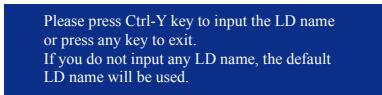

图6
5. 设置完成之后，按下<Ctrl>+<Y>键储存设置值后将出现如图6的画面。按下<Ctrl>+<Y>键自行设置磁盘阵列名称，若无输入，将自动使用预设的名称。